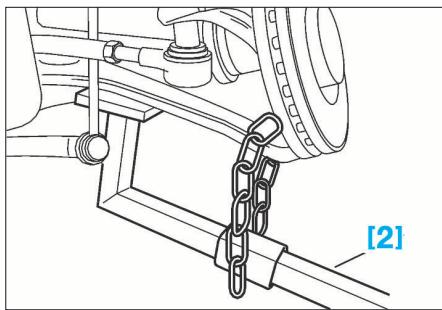

FIG. 18
- Désaccoupler le bras inférieur à l'aide de l'outil [2] en prenant soin de ne pas abîmer la rotule avec la chaîne (Fig.18).